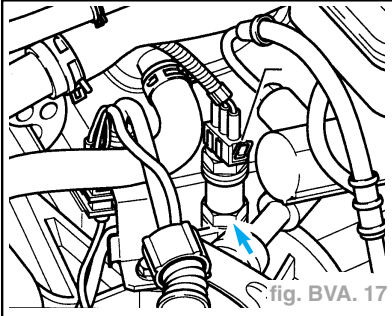

fig. BVA. 17
- Débrancher le connecteur (1) et déposer l'entraînement du compteur de vitesse en plaçant une clé à fourche de **22 mm** sur le six-pan du bas (flèche). (fig. BVA. 17)